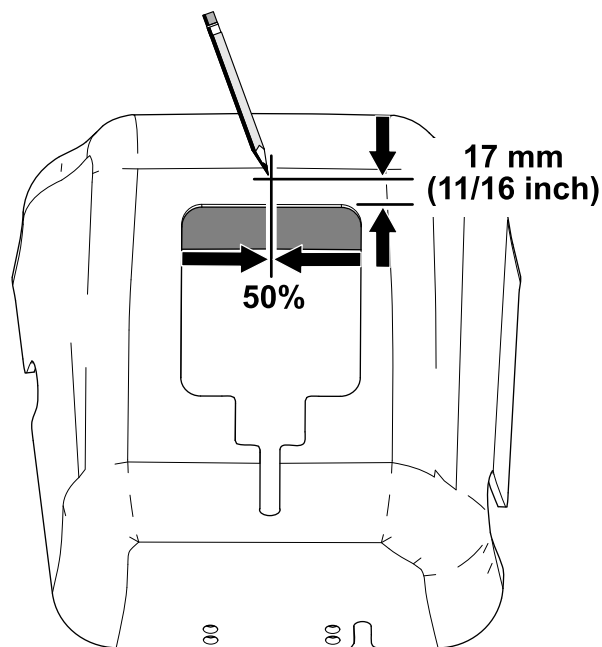

Figura 18
2. Localice el centro del hueco de la cubierta y marque el punto con un lápiz (Figura 18).
3. Mida 17 mm desde el borde y marque la cubierta como se muestra en Figura 18.